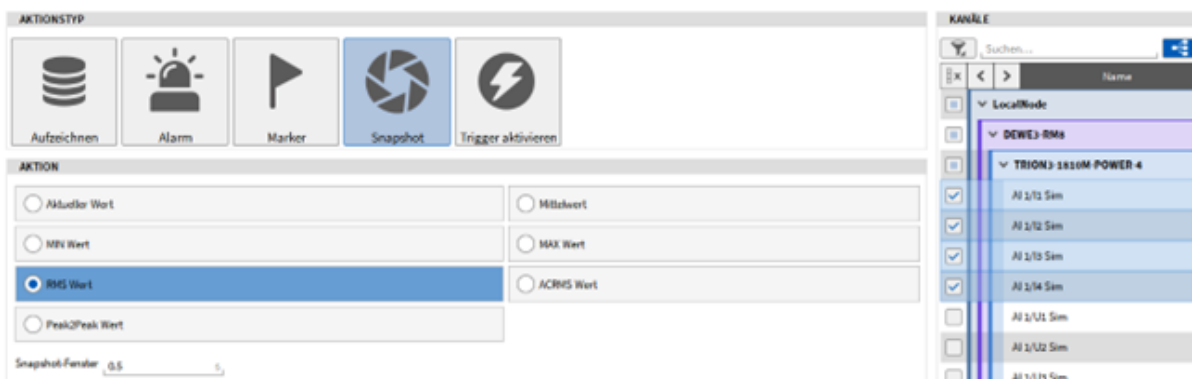

Abb. 9.39: Snapshot-Aktion
- Um einen Digitalkanal auf den HIGH Zustand zu setzen, fügen Sie eine neue Aktion hinzu indem Sie auf den *+Aktion hinzufügen* Button klicken, *Alarm* als Aktionstyp und *Digitalausgang – HIGH bei Alarm* auswählen. Der Digitalkanal, welcher HIGH gesetzt werden soll, kann auf der rechten Seite ausgewählt werden (siehe Abb. 9.39). Der Modus des gewünschten Kanals muss auf Digital out in der Kanalliste gesetzt werden (siehe Abb. 9.17).